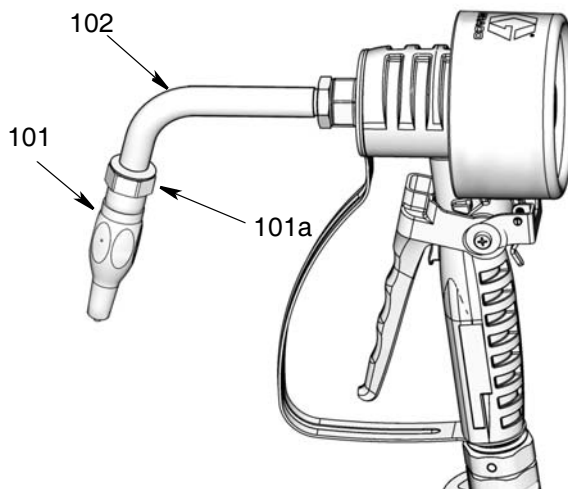

FIG. 7
- a. Inserire l'ugello (101) sulla prolunga (102) come illustrato nella FIG. 7.
- b. Servirsi di una chiave regolabile a forchetta sulle parti piatte della boccola dell'ugello (101a) (FIG. 7) per serrare il raccordo.